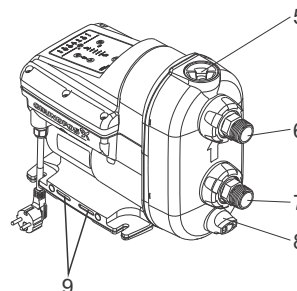

Fig. 20 Pompa SCALA2
5. Deschideți treptat și scoateți dopul de amorsare. Vezi fig. 20 (5).
6. Scoateți dopul de evacuare și goliți pompa. Vezi fig. 20 (8).
7. Deșurubați piulița olandeză care ține racordul de admisie. Vezi fig. 20 (7). În funcție de tipul de instalare, poate fi necesară demontarea conductelor atât de la racordul de admisie cât și de cel de refulare.
5. Deschideți treptat și scoateți dopul de amorsare. Vezi fig. 20 (5). Dopul și ventilul de reținere sunt o singură unitate.